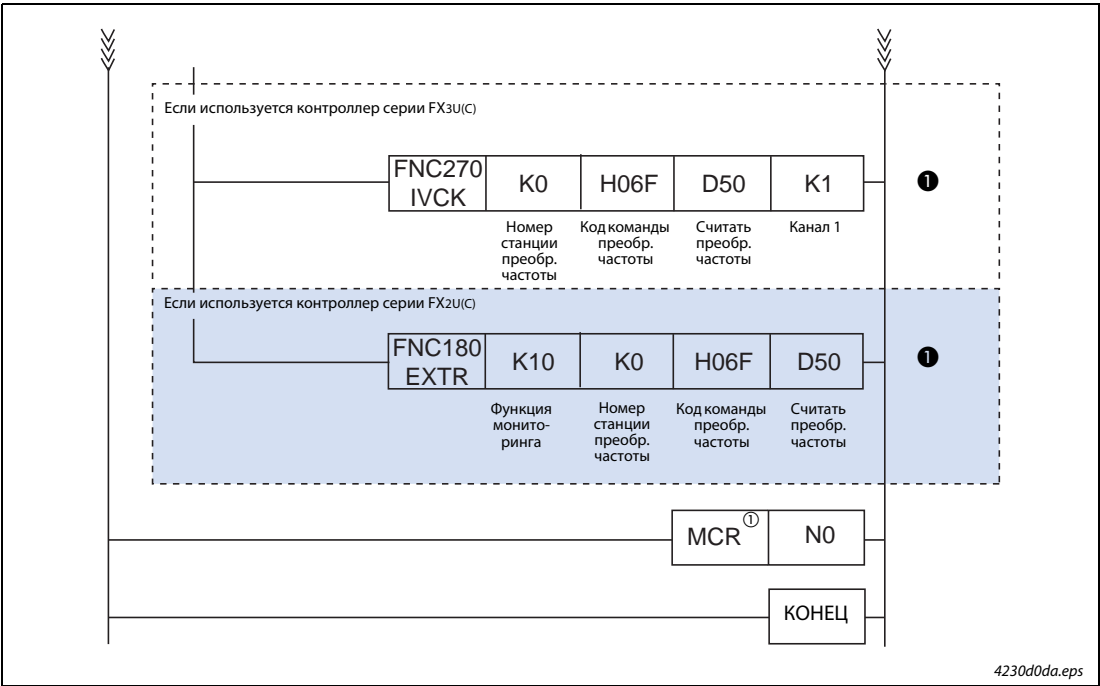

Рис. 4-19: Пример программы в виде релейно-контактной схемы (5)
❹	Считывается состояние преобразователя частоты ["H07A" → M100–M107]
❺	Содержание состояния преобразователя частоты (при необходимости)
Таб. 4-13: Описание релейно-контактной схемы, изображенной на рис. 4-19 (4)
Таб. 4-13: Описание релейно-контактной схемы, изображенной на рис. 4-19 (5)